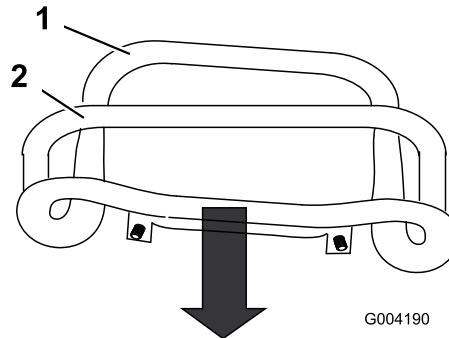

Figura 53
3. Puxe a direito no controlo de tração de modo a que a parte da frente do controlo entre em contacto com a barra de referência (Figura 53).